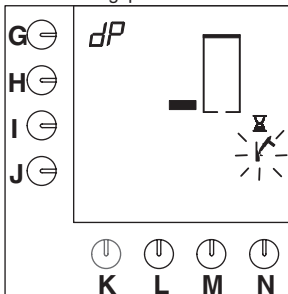

Fig. 25 Pauze voor het inwerken van de ontkalker
- Wanneer het water heet is verschijnt er een zandloper en knipperend hamersymbool in het display (fig.25). Er volgt een wachttijd van 5 minuten, om het renegite zijn werk te laten doen.